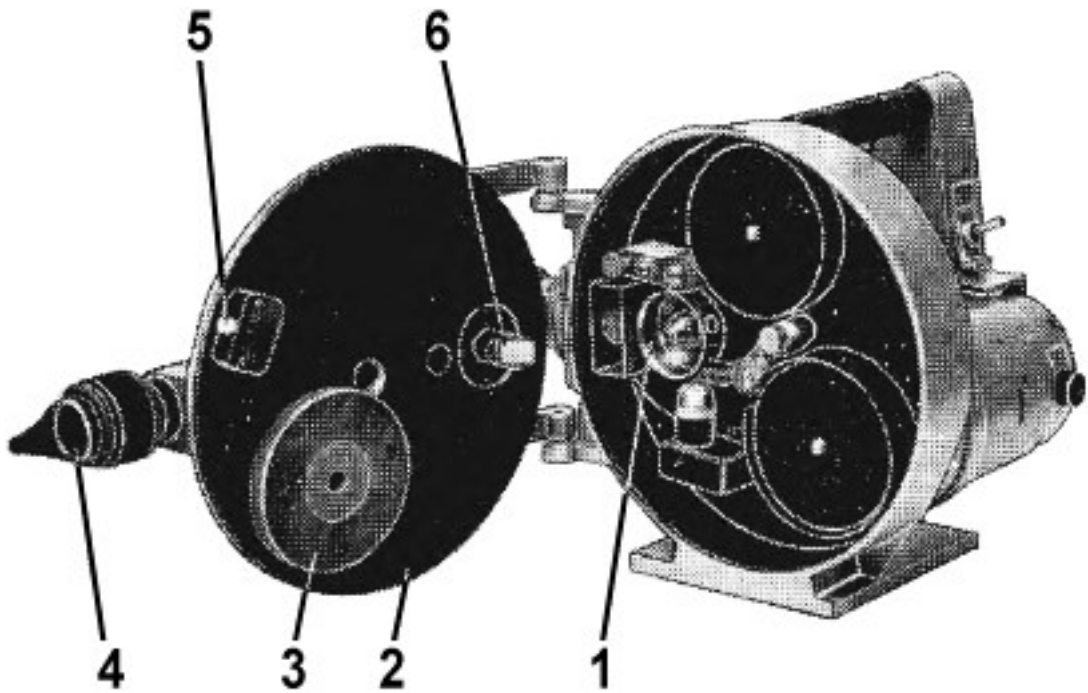

Рис. 6. Вид с открытой крышкой
На дверце 2 (рис. 6) закреплены видеоискатель 4 и диск 3.
С помощью оптического устройства (визира) 4 (рис. 6) типа микроскопа можно рассматривать визуальное изображение предмета.
3) Откройте дверцу 2 камеры (рис. 6).